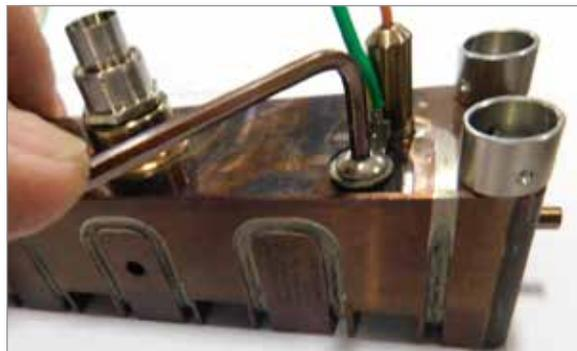

Figura 19-14 Fissaggio del filo di terra
2. Fissare il filo di terra con la vite di ritegno. Vedere la Figura 19-14.